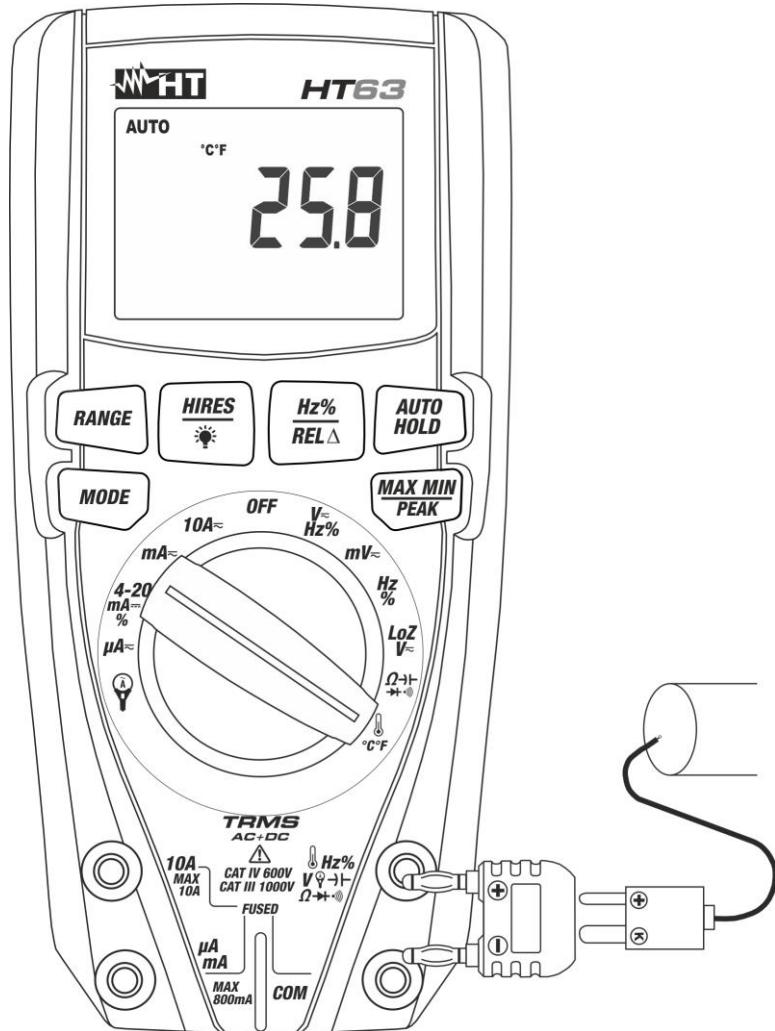

Fig. 9: Uso do instrumento para a medição de Temperaturas
3. Inserir o adaptador fornecido nos terminais de entrada $\text{Hz\%} \rightarrow \text{V} \rightarrow \text{I} \rightarrow \Omega \rightarrow \text{L}$ (polaridade +) e **COM** (polaridade -) (ver Fig. 9).